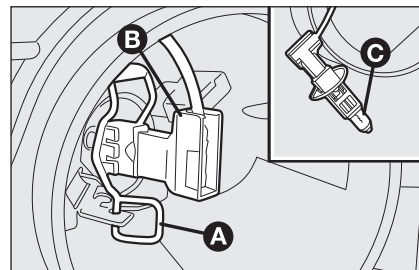

fig. 20
- ☐ desenganche el tenacilla de fijación de la lámpara **A**-fig. 20;